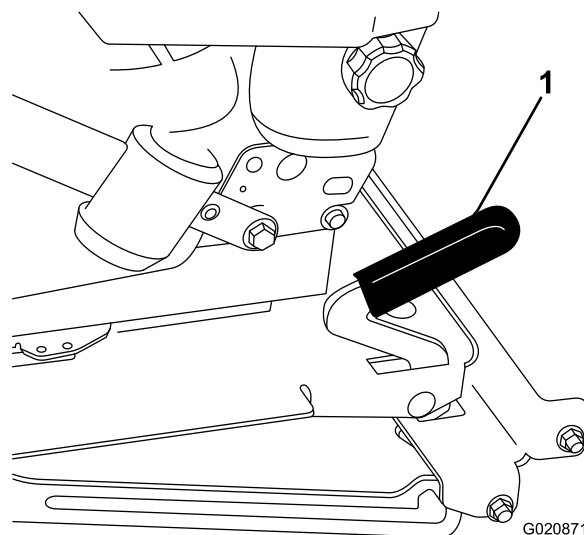

Figura 32
2. Empurre a alavanca do banco para a frente e eleve-o para desengatar o banco (Figura 32).